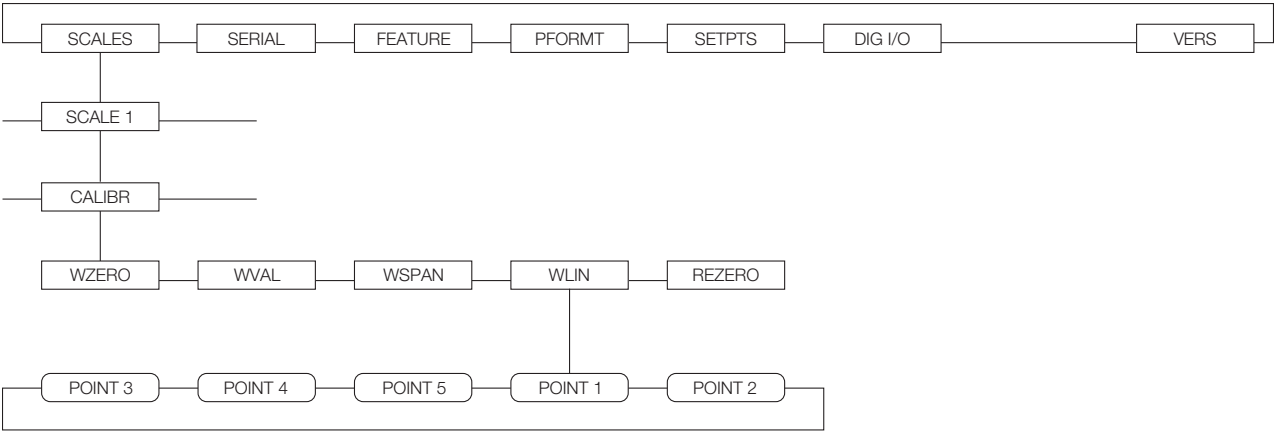
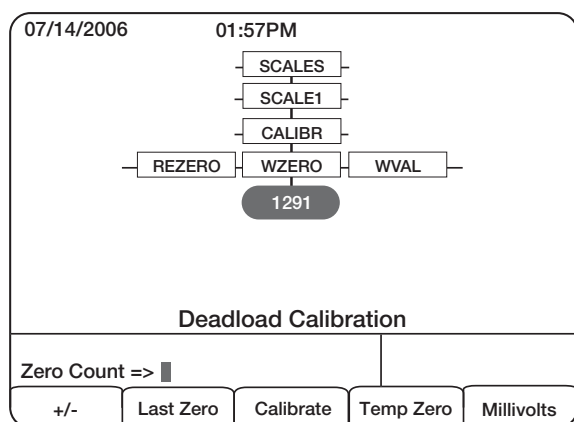

Figura 4-1. Submenú de Calibración (CALIBR)
Figura 4-2. Pantalla de calibración WZERO
Se utiliza el submenú CALIBR [CALIBRACION] (bajo el menú SCALES [BASCULAS], ver la Figura 4-2) para calibrar la 920i. Las pantallas de calibración del cero, del alcance y de los puntos de linealidad proporcionan un juego de teclas programables utilizadas específicamente para los procedimientos de calibración:
2. Con el menú **SCALES** [BASCULAS] resaltado, presionar la tecla **down** [abajo], luego seleccionar la báscula para ser calibrada. Presionar **down** de nuevo (el parámetro **GRADS** [GRADUACIONES] será resaltado), luego presionar **left** [izquierda] para hacer resaltar el submenú **CALIBR** (ver la Figura 4-1). Presionar la tecla **down** [abajo] para ir a la calibración del cero (**WZERO**). Ver la Figura 4-2 en la página 60.